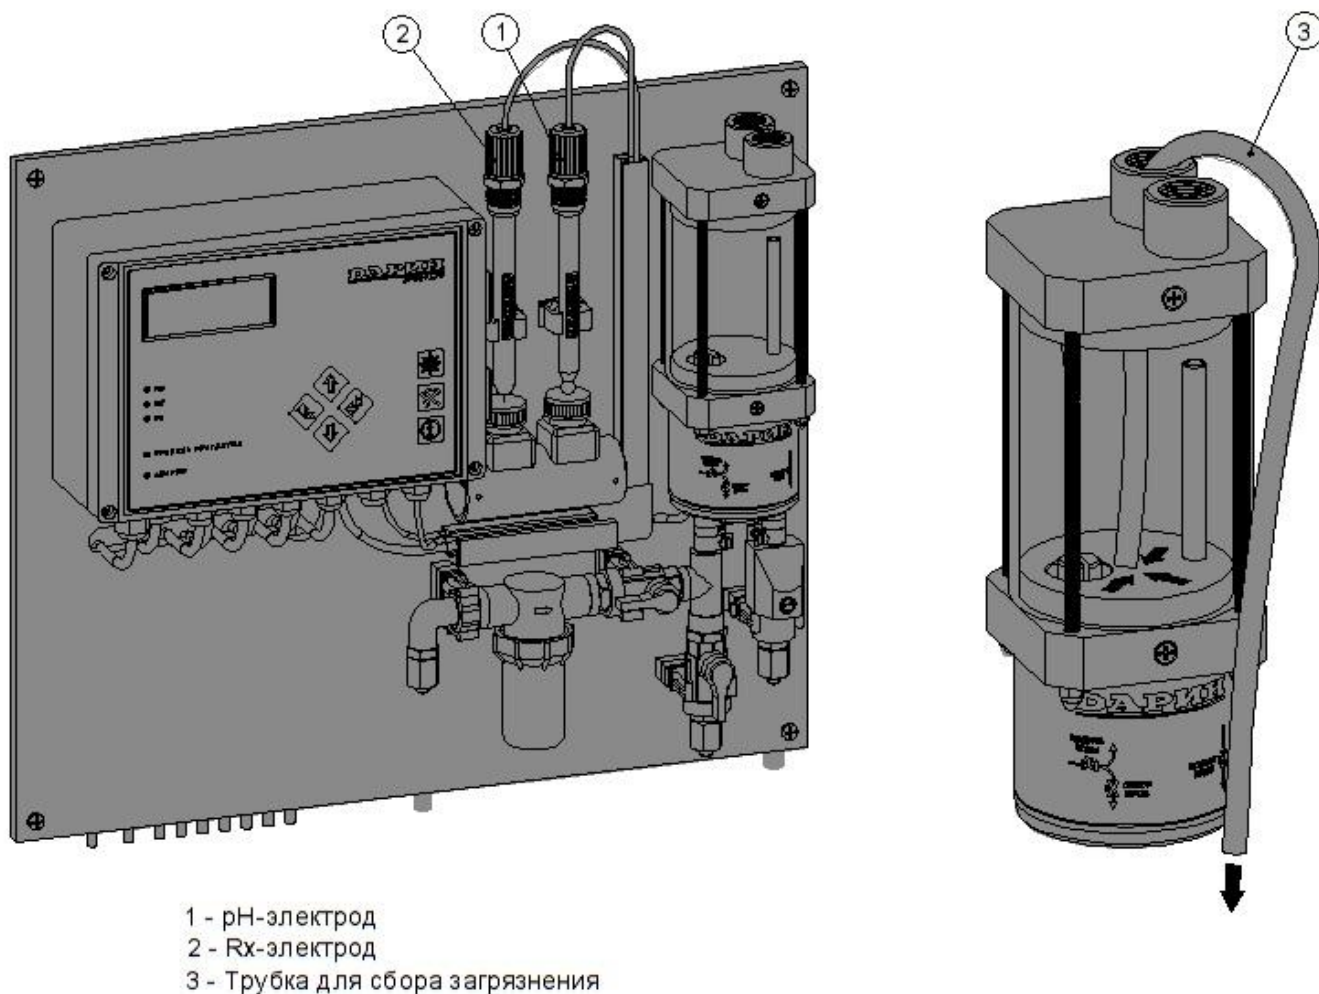

Рис.6.2-1 Очистка дна проточной камеры измерительной ячейки Rx, pH
- выкрутить из ячейки pH-электрод и Rx-электрод; эти электроды поместить в держатели электродов (см. рис.6.2-1, поз. 1 и 2);
- опустить один конец трубки на дно проточной камеры измерительной ячейки, а на другом конце трубки создать разряжение, чтобы из проточной камеры пошла вода, и опустить этот другой конец трубки в приёмную ёмкость (см. рис.6.2-1, поз. 6);
- слегка выкрутить гильзу pH-электрода (см. рис.6.2-1, поз. 7), чтобы из ячейки смог выходить воздух, дождаться заполнения ячейки водой и закрутить гильзу pH-электрода обратно; наличие воздуха в ячейке не нарушает её работоспособности, но желательно заполнять ячейку водой полностью;